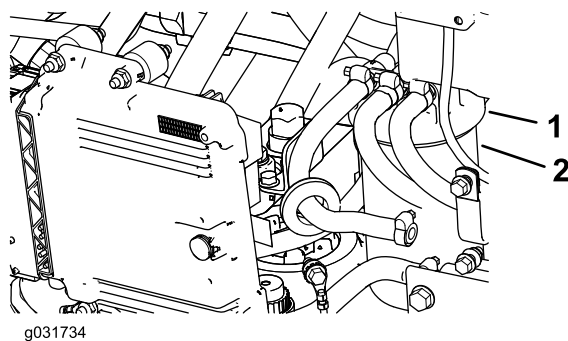

Figura 68
2. Togliete il filtro e pulite la superficie di montaggio della testa del filtro (Figura 68).
1. Pulite le superfici circostanti la testa del filtro del carburante (Figura 68).